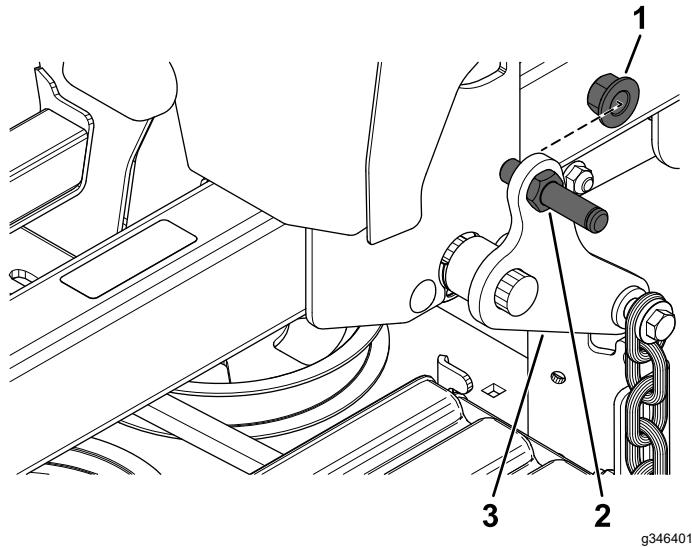

Figure 9
- Fixez l'axe de pivot dans le bras de levage de plateau arrière à l'aide de 1 contre-écrou (1/2"), comme montré à la Figure 9.